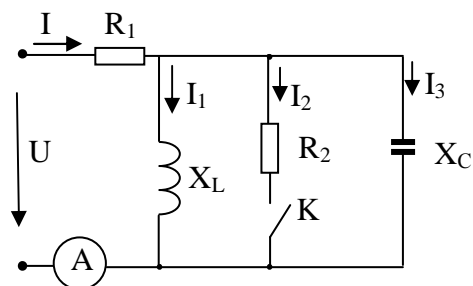

Рис. 2.5.18
2.5.18. Определить показание амперметра и токи в ветвях заданной схемы (рисунок 2.5.18) при разомкнутом и замкнутом ключе K , если если $R_1=10 \text{ Ом}$, $R_2=15 \text{ Ом}$, $X_L=X_C=24 \text{ Ом}$, напряжение источника $U=120 \text{ В}$. Построить векторные диаграммы.